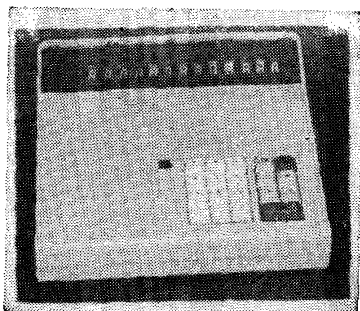

Рис. 33. Электронная вычислительная машина «Искра-1103»
6.5. Электронная клавишная вычислительная машина «Искра-1103» (рис. 33) предназначена для механизации учетно-статистических и простейших вычислительных работ.